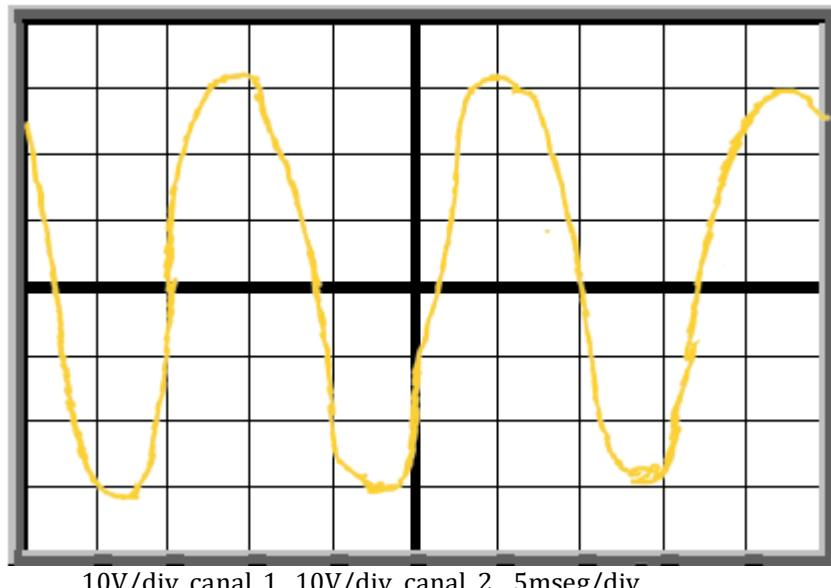
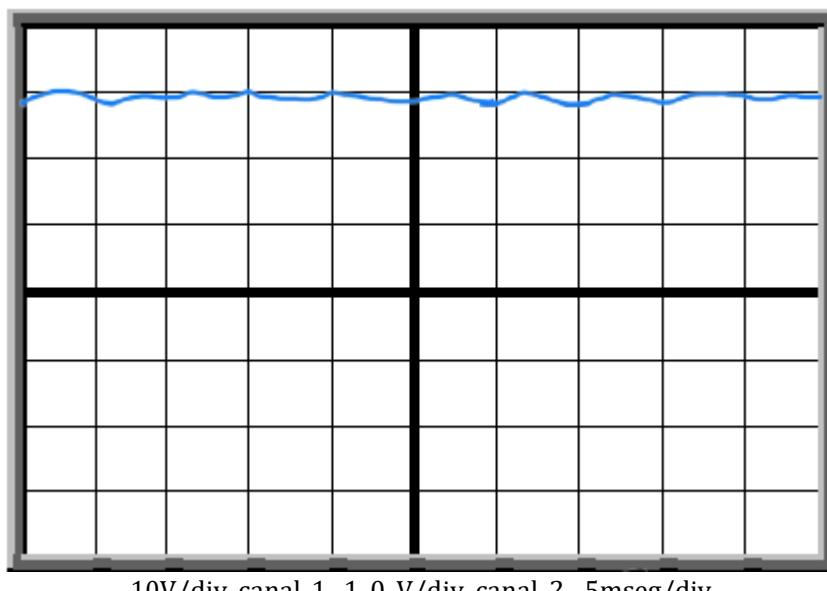

Fig. 1.22. Gráfica del voltaje de entrada del rectificador de onda completa tipo puente con filtro utilizando un capacitor de  $2200 \mu\text{F}$ .
Fig. 1.23. Gráfica del voltaje de salida del rectificador de onda completa tipo puente con filtro utilizando un capacitor de  $2200 \mu\text{F}$ .
- e) Cambiar el capacitor de  $470 \mu\text{F}$  por un capacitor de  $2,200 \mu\text{F}$  y realizar las mismas mediciones del inciso a), registrar los valores obtenidos en la Tabla 1.11; realiza las mediciones del inciso b) y c), registrar la medición en la Tabla 1.12 y graficar las señales en la Fig. 1.22 y Fig. 1.23, respectivamente; y realizar las mediciones del inciso d), registrar la medición en la Tabla 1.12 y graficar las señales en la Fig. 1.24.